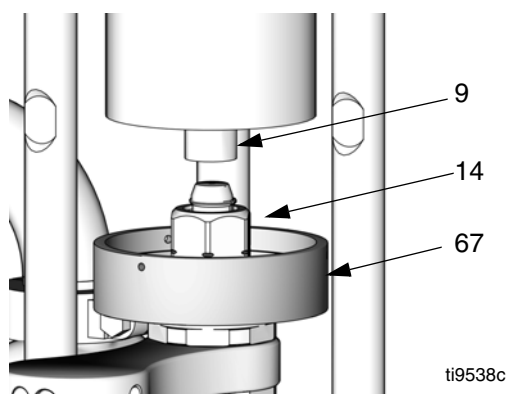

FIG. 7: Collettore di posizione
2. Far girare a impulsi il motore per muovere il pistone a cursore (9) verso l'alto, lasciando uno spazio adeguato per inserire il collettore (67) tra il cilindro a cursore e la biella del pistone.
3. Vedere FIG. 7. Posizionare il collettore (67) al di sopra del dado di accoppiamento (14) e farlo scendere sulla biella del pistone della pompa.